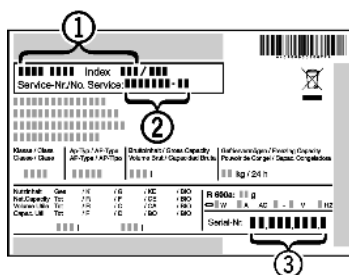

Fig. 52
- ▶ Leggere la denominazione dell'apparecchio Fig. 52 (1), il numero di assistenza Fig. 52 (2) e il numero di serie Fig. 52 (3) dalla targhetta identificativa. La targhetta identificativa è situata all'interno dell'apparecchio, sul lato sinistro